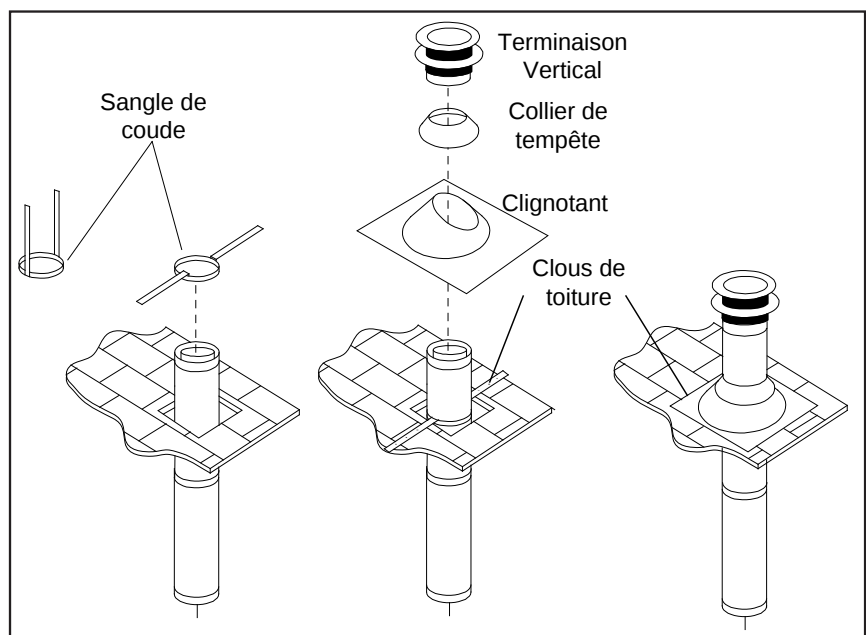

Figure 37. Terminaison d'Évent Vertical
Étape 3.Pour installer la boîte de support ronde / le coupe-feu mural dans un plafond plat, coupez un trou carré de 10 po (25.4 cm) dans le plafond, centrée sur le trou percé dans l'étape 2. Encadrez le trou comme dans la figure 37.
- Étape 6.** Une fois que les sections de conduit ont été joints et passent par le trou dans le toit, faites passer une sangle de coude par-dessus les sections exposées, pliez les sangles du support vers l'extérieur, et poussez la sangle au niveau du toit, comme démontré dans la figure 37. Serrez autour de la section de conduit. Utilisez un niveau à bulle pour s'assurer que le conduit est parfaitement vertical. Avec des clous de toiture, fixer les sangles de support au toit. Scellez les trous des clous avec du mastic non-durcissant. Taillez le surplus des sangles de support qui dépassent le solin. .
- Étape 9.** Passez le collet de solin par-dessus le conduit et poussez-le vers le toit comme dans la figure 37. Utilisez le mastic non-durcissant sur le joint entre le conduit et le solin.